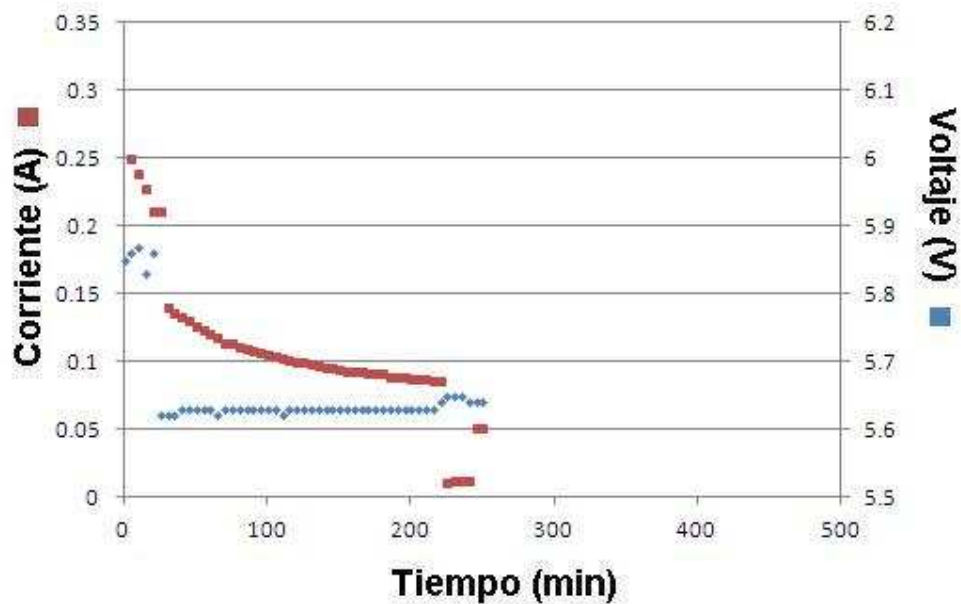
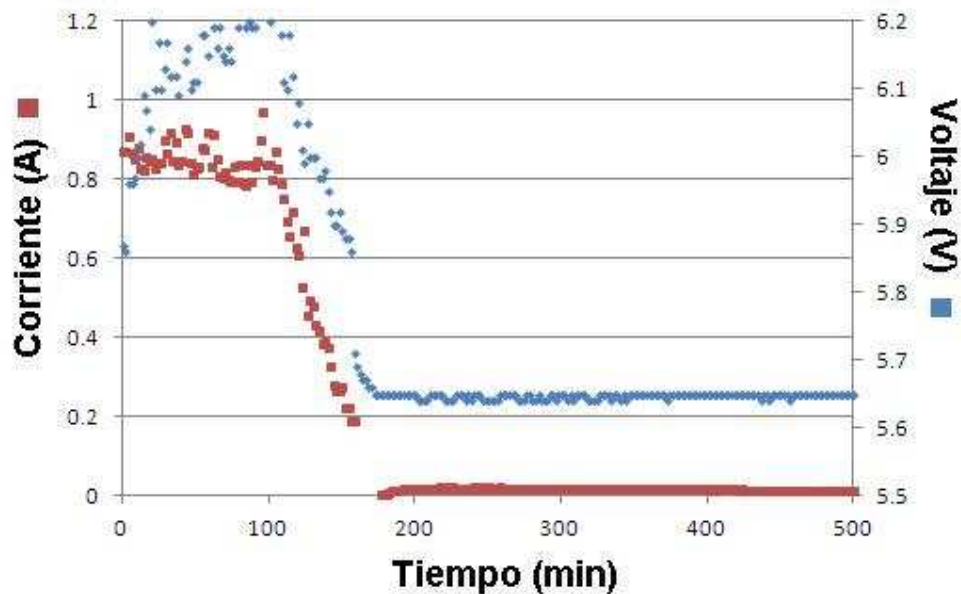
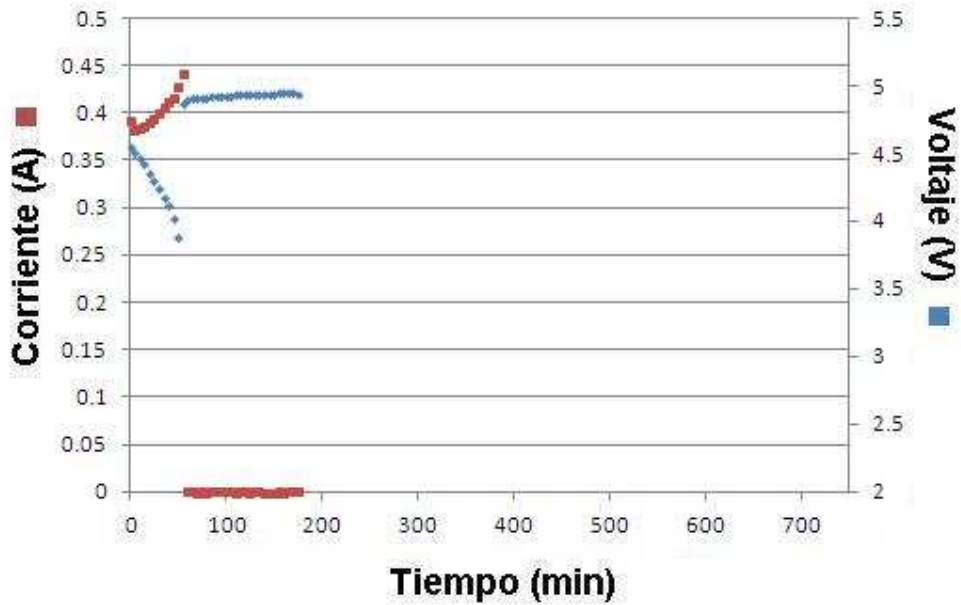
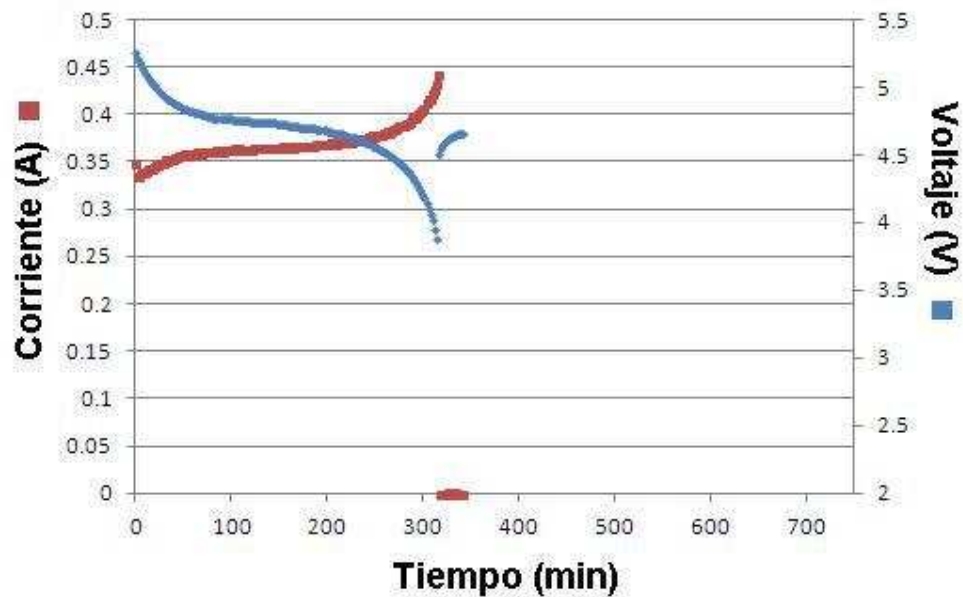

Figura 19a. Comportamiento de la corriente y voltaje en la primera carga para la batería de la lámpara LF_UNI_120126_03
Figura 19b. Comportamiento de la corriente y voltaje en la primera carga (por segunda vez) para la batería de la lámpara LF_UNI_120126_03
Figura 29a. Comportamiento de la corriente y voltaje en la descarga para la batería de la lámpara LF_UNI_120126_03 (primer intento)
Figura 29b. Comportamiento de la corriente y voltaje en la descarga para la batería de la lámpara LF_UNI_120126_03 (segundo intento)
- La lámpara LF_UNI_120126_03 en el primer proceso de carga, como se muestra en la figura 19a, almacenó poca carga eléctrica (carga eléctrica igual a 0.46Ah y energía igual a 2.64Wh), siendo esto corroborado con su descarga (carga eléctrica igual a 0.39Ah y energía igual a 1.67Wh), como se muestra en la figura 29a; por tal motivo se realizó un segundo proceso de carga - descarga en las mismas condiciones para lo cual se obtuvo en el proceso de carga valores de 2.04Ah y 12.44Wh para la carga eléctrica y la energía respectivamente como se muestra en la figura 19b; en el proceso de descarga se obtuvo valores de 1.95Ah y 9.12Wh para la carga eléctrica y la energía respectivamente como se muestra en la figura 29b.